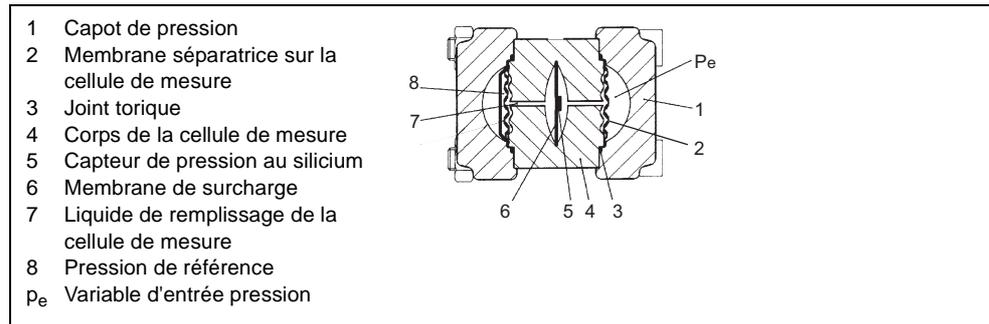

Figure 9 Cellule de mesure pour pression absolue, schéma de principe
La pression absolue est transmise au capteur de pression au silicium (3) par la membrane séparatrice (6, Figure 9) et le liquide de remplissage (7). Lorsque les limites de mesure sont dépassées, la membrane de surcharge (5) se déforme jusqu'à ce que la membrane séparatrice (6) touche le corps de la cellule de mesure (4) et protège ainsi le capteur de pression au silicium (3) contre les surcharges. La différence entre la pression d'entrée (p_e) et la pression de référence (8) côté négatif de la cellule de mesure provoque une déformation de la membrane. Quatre résistances piézoélectriques montées en pont, incorporées à la membrane de mesure, voient leur valeur résistive changer. Ce changement de la résistance produit une tension de sortie du pont proportionnelle à la pression absolue.